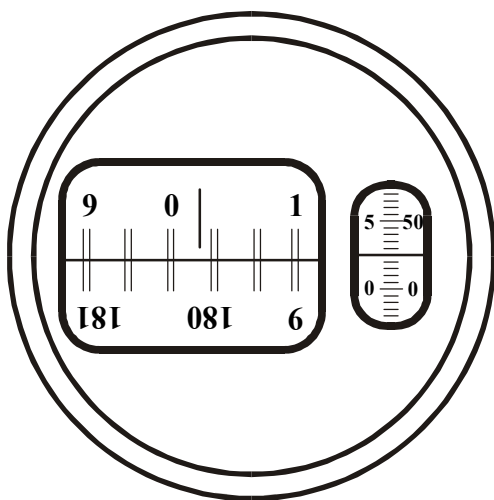

Рис.5
Поле зрения отсчетного микроскопа изображено на рис. 5. В левом окошке видны прямое и обратное изображения диаметрально-противоположных участков лимба и вертикальный индекс. В правом окошке - деления шкалы оптического микрометра и горизонтальный индекс.
Чтобы произвести отсчет, сначала надо повернуть маховичок (17) оптического микрометра так, чтобы верхние и нижние штрихи лимба совместились (см. рис. 5).
Положение, изображенное на рис. 5, соответствует $0^{\circ}15'57''$.